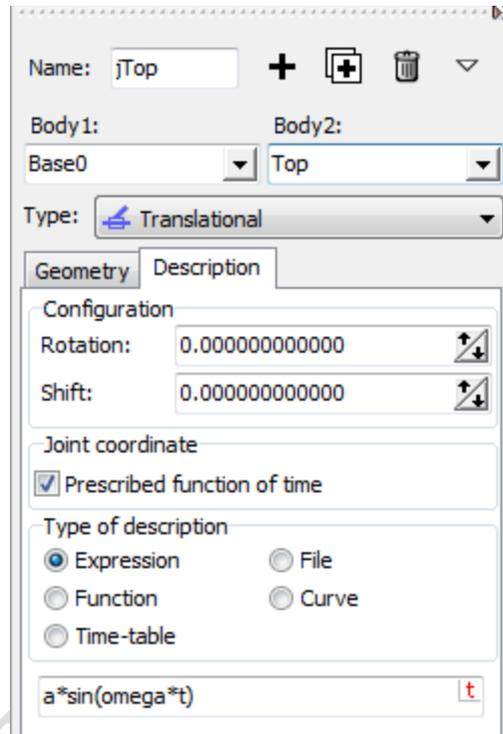

图 2.9 定义时间函数驱动
6. 设置函数类型 (**Type of description**) 为表达式 **Expression**，然后输入 **$a*\sin(\omega*t)$** ，如图 2.9 所示，并回车。